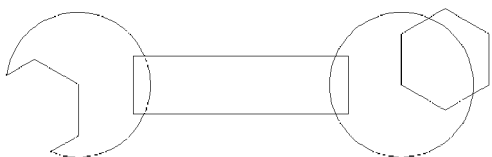

图 6-8 用差集命令剪切左边圆形
(1) 差运算
① 单击菜单栏中的【修改】 | 【实体编辑】 | 【差集】命令，选择左侧的圆形，按回车键，再选择左侧的六边形为减去的图形，按回车键，如图 6-8 所示。